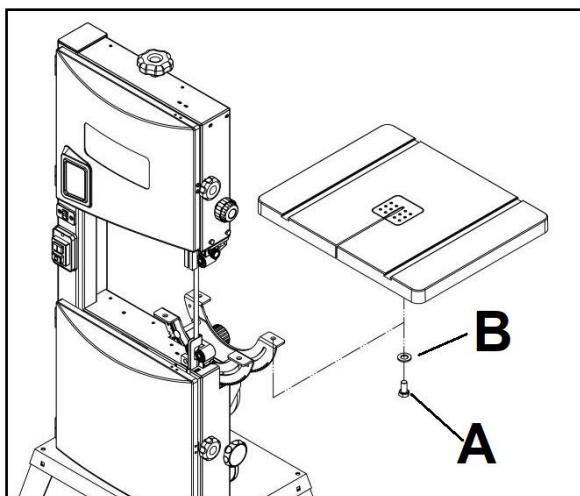

Рисунок 3
После прикрепления стенда установите на станок стол с помощью болтов M6X10 (A) и плоских шайб 6 мм (B) (Рис.3).